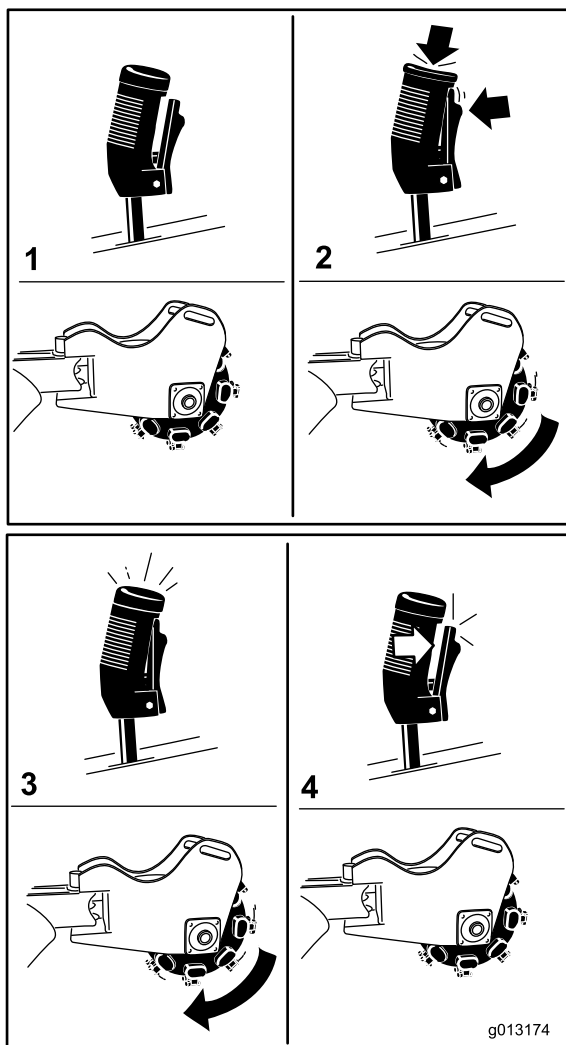

Figura 11
- Per avviare il fresa ceppi (Figura 11), premete il pulsante a grilletto e poi il pulsante rosso in alto sulla leva. Avviata la tranciatrice, rilasciate il pulsante rosso.
- Per arrestare la tranciatrice (Figura 11), rilasciate il dispositivo di azionamento per più di mezzo secondo.